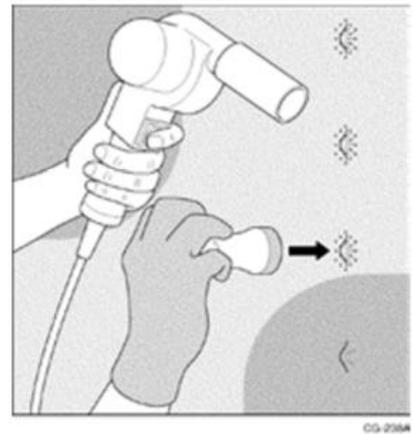

Figura 26
3. Quando la pellicola si scalda e si adagia, premere saldamente il tampone in gomma direttamente sul rivetto e tenere premuto per 1 o 2 secondi per modellare la pellicola intorno al rivetto. Attenzione non ruotare l'attrezzo. Vedere figura 26.